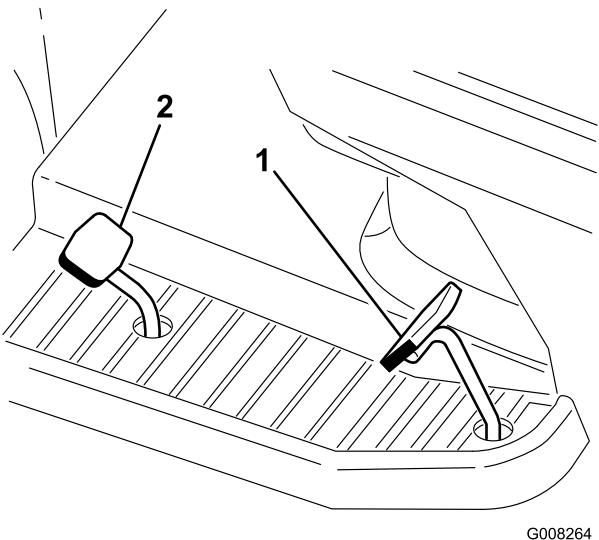

Figura 16
2. Coloque el pie en el pedal de control de tracción y pise lentamente el pedal para avanzar (Figura 16).
- Coloque el pie en el pedal de marcha atrás y pise lentamente el pedal para desplazarse hacia atrás (Figura 16).